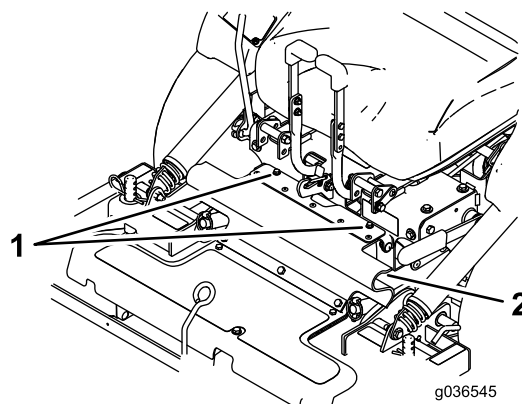

Figura 23
3. Allentate i bulloni applicati alla protezione in gomma (Figura 23).